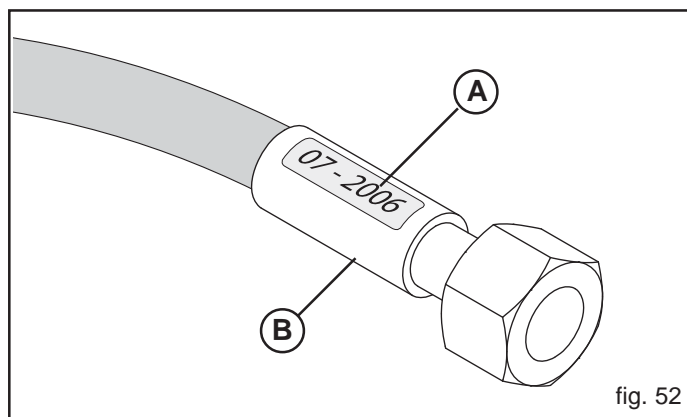

fig. 52
- pierderi in apropierea armaturii tubului (B, Fig. 52);
- coroziunea armaturii (B, Fig. 52);
- la depasirea a 5 ani de la fabricatie (A, Fig. 52).